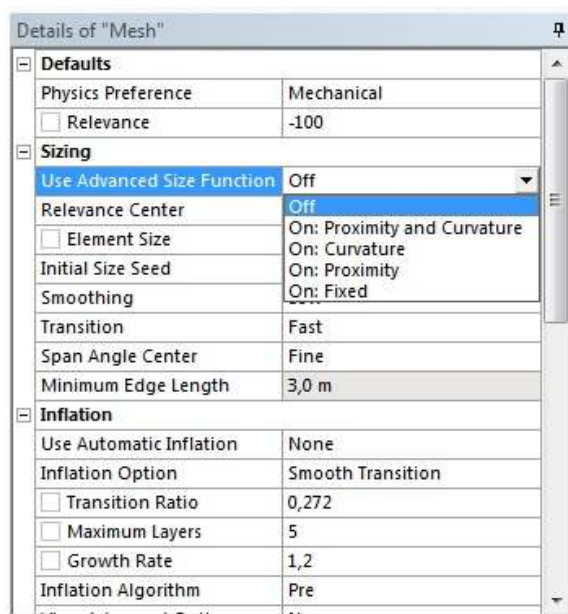

Рис. 6.11. Параметр *Use Advanced Size Function* у вікні *Details of Mesh*
2. Подоба і кривизна *Proximity and Curvature* задає подрібнення сітки в області сильного викривлення ребер для подібних ребер (рис. 6.11). Бігунком встановлюється значення в межах від -100 до +100. Якщо опція розміру елемента *Element Size* задана за замовчуванням (*Default*), опція *Proximity and Curvature* виконує ту ж функцію, що *Relevance* (фактор щільності сітки) в основних опціях зміни сітки. Подоба (*Proximity*) ліній враховується при включеній функції подібності деталей.